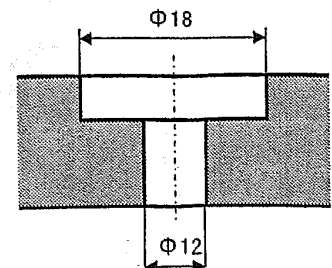

図3 取付穴 (参考)
- (2) 治具の取付穴は、図3の様にΦ12程度のキリ穴にし、必要に応じてボルトの頭を沈めるように加工します (ザグリ深さ13mm)。
- (3) 治具を含めた試験体の重心が加振台の中心位置になるようにします。
- (4) 試験品が極めて大きいもの、重量のあるもの、変形的なものについては、担当者と綿密に打ち合わせて下さい。